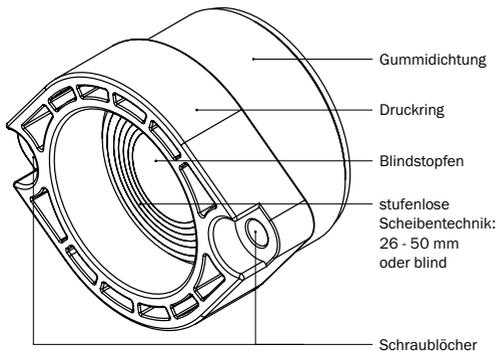

Abbildung 5.1: **KRASO® BKP - Dichteinsatz - Strom/Wasser** - Scheibentechnik
- Entfernen Sie den Blindstopfen des **KRASO® BKP - Dichteinsatz - Strom/Wasser** - und passen Sie die Gummidichtung anhand der vorgegebenen, stufenlosen Scheibentechnik (26 - 50 mm oder blind) entsprechend dem Rohrleitungsdurchmesser an (s. Abbildung 5.1).